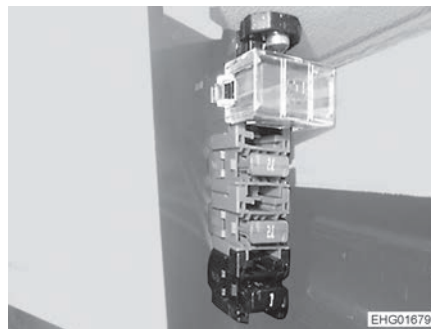

Bild 170 Säkringshållare på högerstyrda fordon (Ford)
- Byt säkring i säkringshållaren (Bild 170).